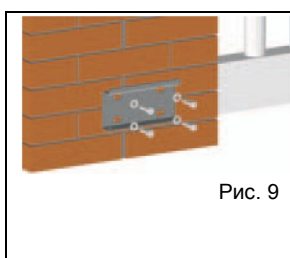

Рис. 9
3) Задний кронштейн закрепить четырьмя винтами М8 в положении, определённом по указаниям выше. В процессе крепления (рис. 9) проверять горизонтальность кронштейна строительным уровнем.